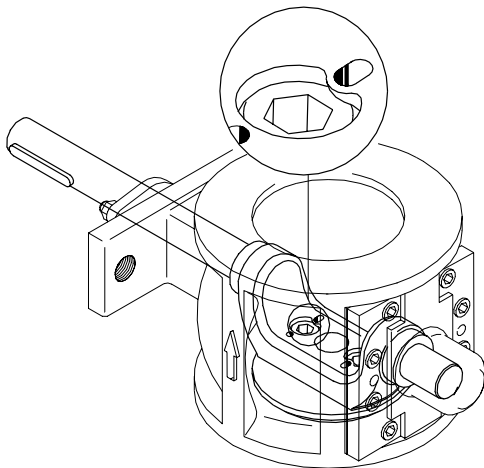

Fig.6-13.1 Einbau DN 40-250
2. **DN 40-250:** Sichern Sie die Schrauben mit einem Körnerschlag an der Rückseite der Welle. Verwenden Sie dafür am besten die schon existierenden Kontermarkierungen auf der Rückseite (→ Fig. 6-13.1).
2. **DN 40-250:** Bringen Sie die Schrauben wieder an. Sichern Sie die Schrauben mit einem Körnerschlag an der Rückseite der Welle. Verwenden Sie dafür am besten die schon existierenden Kontermarkierungen auf der Rückseite (→ Fig. 6-13.1).